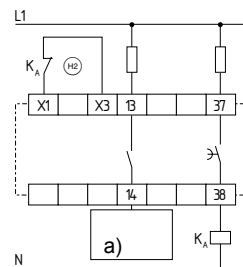

Fig. 22
**Comando diverso com circuito de retorno (ver Fig. 22)**